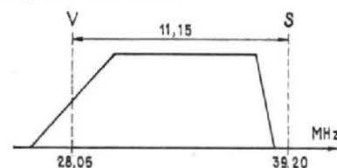

FIG. 1
La plus large bande qui passera dans l'ampli FI Image sera naturellement la bande correspondant à notre 819 lignes et que nous représentons en figure 1. Le point porteuse image sera situé sur 28,05 MHz et la courbe de réponse s'étendra jusqu'à 38 MHz à 6 dB, juste avant la fréquence FI son (AM) qui bien entendu ne passera pas dans la voie image. Ouvrons une parenthèse pour dire que la fréquence intermédiaire d'amplification son sera invariablement fixée à 39,20 MHz pour tous les standards AM. Il y a donc un écart entre porteuses de 11,15 MHz et c'est la bande la plus large à transmettre.
partie en pointillé devant disparaître de la courbe de la figure 1; on arrive à ce résultat au moyen du circuit RC 12 dans la grille du tube EF 184 et du réglage du filtre de sortie du tuner. De l'autre côté de la courbe rien n'est changé car on conserve le son à 39,20 MHz; le point d'accord de notre courbe image sera donc de 32,7 MHz à 6 dB.